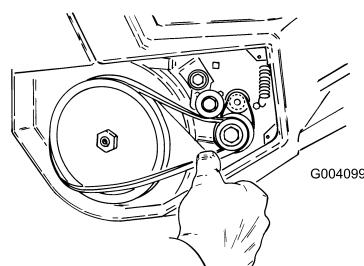

Figure 20
7. Tournez la fraise de la main gauche et placez la courroie sur la grande poulie avec la main droite (Figure 20).